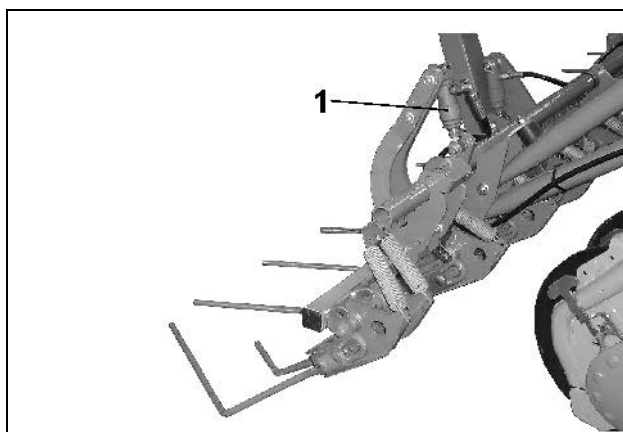
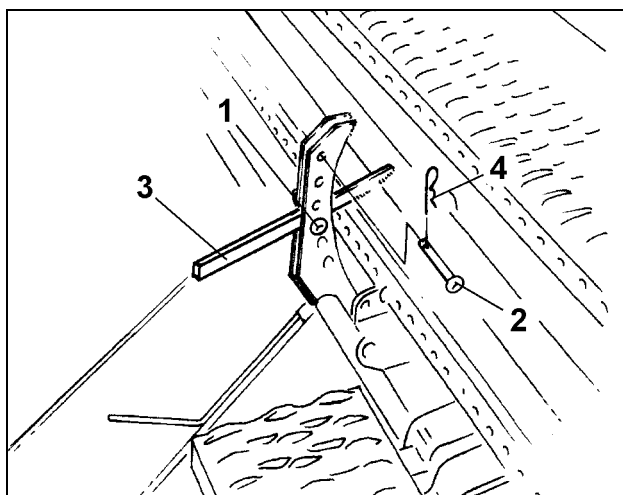

Рис. 88
Рис. 89
При смене нормальной почвы на тяжелую, и наоборот, давление выравнителя регулируется гидравлическим цилиндром (Рис. 88/1).
Два пальца (Рис. 89/1 и 2) вставьте в качестве упора рычага (Рис. 89/3) в сегмент регулировки. Рычаг, приводимый в действие гидравлическим цилиндром (Рис. 88/1), прилегает к пальцу I, если гидравлический цилиндр не находится под давлением, и прилегает к пальцу II (Рис. 89/2), когда в гидравлический цилиндр подано давление.
- Уберите давление из гидравлического цилиндра (Рис. 88/1).
- Установите палец II (Рис. 89/2) в отверстие над рычагом (Рис. 89/3) в сегмент регулировки и зафиксируйте при помощи фиксирующего пальца с пружинной защелкой (Рис. 89/4).
- Подайте давление в гидравлический цилиндр (Рис. 88/1).
Установите палец I (Рис. 89/1) в отверстие сегмента регулировки под рычагом (Рис. 89/3) и зафиксируйте при помощи фиксирующего пальца с пружинной защелкой (Рис. 89/4).